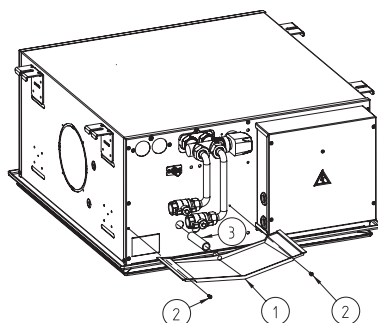

Fig. 24
- bac auxiliaire de condensat avec tuyau en PVC (non monté). Voir Fig.24 pour les instructions de montage. Lors de l'installation, vérifier que la courbure du tuyau en PVC est tournée vers le bas.